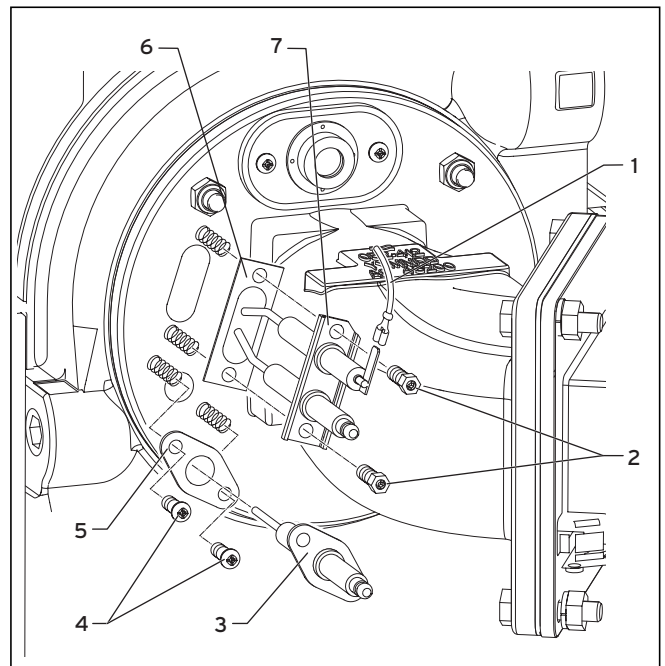

Abb. 8.9 Ausbau der Zünd- und Ionisations-/Überwachungselektrode
- Ziehen Sie die Anschlussleitung (1, Abb. 8.9) an der Zündelektrode (7, Abb. 8.9) vorsichtig ab.
- Lösen Sie die beiden Befestigungsmuttern (2, Abb. 8.9) der Zündelektrode und entnehmen die gesamte Zündelektrode.
- Ersetzen Sie die Dichtung (3, Abb. 8.9) und montieren Sie die neue Zündelektrode.
- Ziehen Sie die Anschlussleitung an der Ionisations-/Überwachungselektrode (3, Abb. 8.9) vorsichtig ab.
- Lösen Sie die beiden Befestigungsmuttern (4, Abb. 8.9) der Ionisations-/Überwachungselektrode und entnehmen die gesamte Ionisations-/Überwachungselektrode.
- Ersetzen Sie die Dichtung (5, Abb. 8.9) und montieren Sie die neue Ionisations-/Überwachungselektrode.
- Ziehen Sie die Befestigungsmuttern (2 und 4, Abb. 8.9) mit 2 Nm fest und stecken die Anschlussleitungen auf.